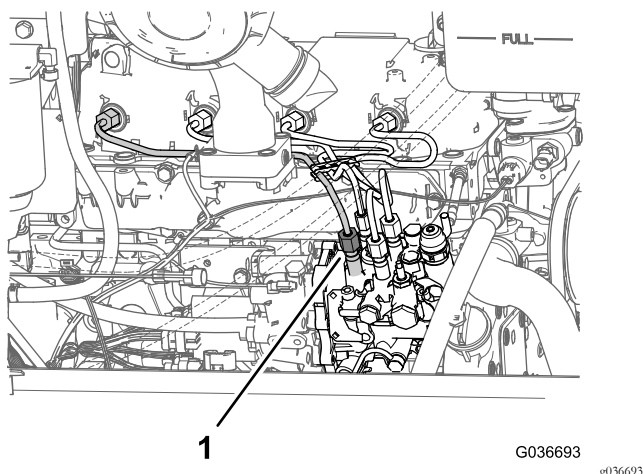

Figura 45
1. Afloje la tuerca del tubo del inyector de combustible del cilindro N° 1 en la bomba de inyección (Figura 45).